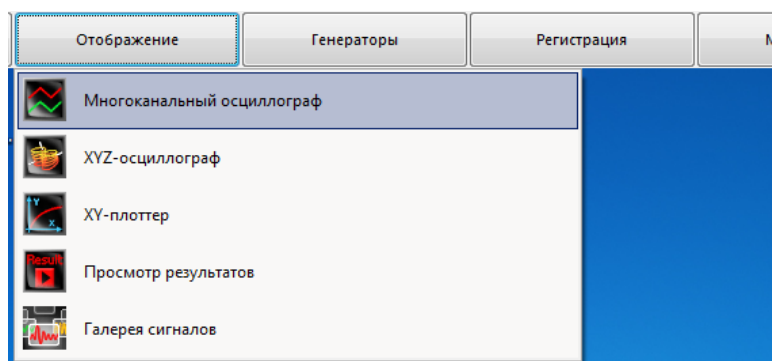

Рисунок 27
- в меню «Отображение» на панели ZETLAB выбрать программу «Многоканальный осциллограф» (Рисунок 27) при этом откроется одноименное окно программы;